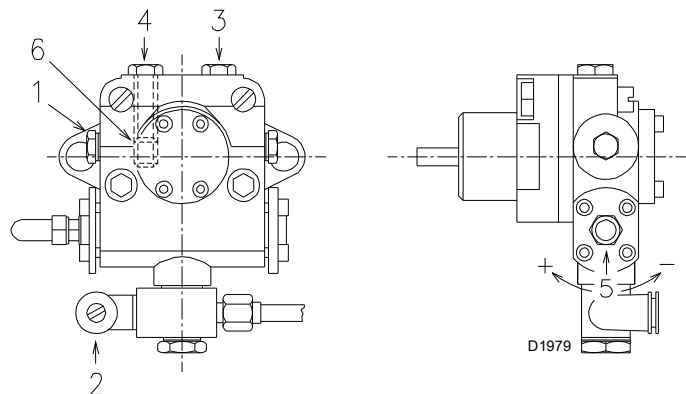

Рис. 31
Для автоматической заливки насоса необходимо отвернуть винт 3)(Рис. 31) насоса, чтобы выпустить воздух из всасывающего трубопровода.
- Выберите топливо, установив переключатель (Рис. 31) в положение OIL.
- Когда дизельное топливо начнет выходить из винта 3)(Рис. 31), насос включен.